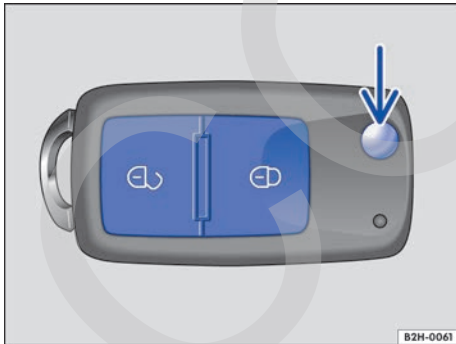

Fig. 18 Teclas en la llave del vehículo y botón para desplegar la espada de la llave.
- Pulse la tecla  → **fig. 18**. Manténgala pulsada para la apertura de confort.
- Pulse la tecla  → **fig. 18**. Manténgala pulsada para el cierre de confort.